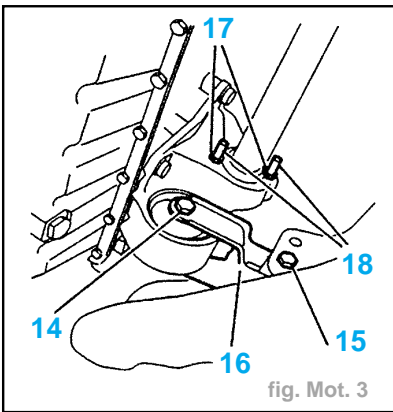

fig. Mot. 3
- Desserrer les vis (14) et (15) (fig. Mot. 3).
- Déposer la biellette anticouple (16).
- Desserrer les écrous (17).
- Tourner d'un demi-tour les vis (18) pour dégager leur tête du logement du roulement.